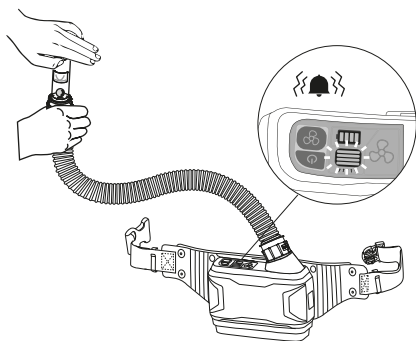

Abb.5
- Befestigen Sie den Luftstromanzeiger am Luftkanal der Gebläseeinheit. Um den Alarm zu testen, schalten Sie das Gebläse ein und decken Sie den Luftkanal des Luftstromanzeigers ab. Sie hören einen akustischen Alarm und sehen das grüne Licht blinken. Der Alarm sollte aufhören, wenn Sie Ihre Hand entfernen (siehe Abb. 5).